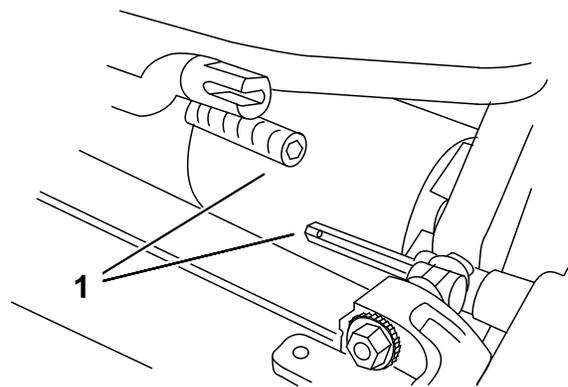

Bild 5
3. Schieben Sie das Mähwerk unter die Zugmaschine und dann nach links, um die Getriebekupplung einzukuppeln (Bild 5).